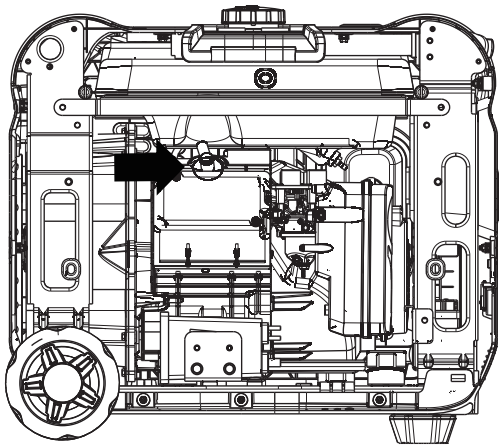

Figure 15: Faites glisser le couvercle de la bougie d'allumage
3. Faites glisser le couvercle d'accès à la bougie d'allumage hors du boîtier (voir Figure 15).